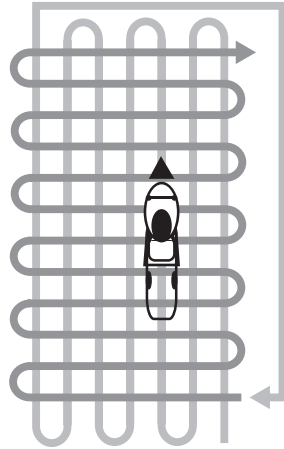

Рис. 8 Схема скашивания высокой и/или загущенной травы
5. При кошении в тяжелых условиях (п. 3,4) рекомендуется двигаться медленнее или проводить повторный покос с меньшей высотой скашивания. На Рис. 8 представлена схема движения газонокосилки при кошении высокой и/или загущенной травы.